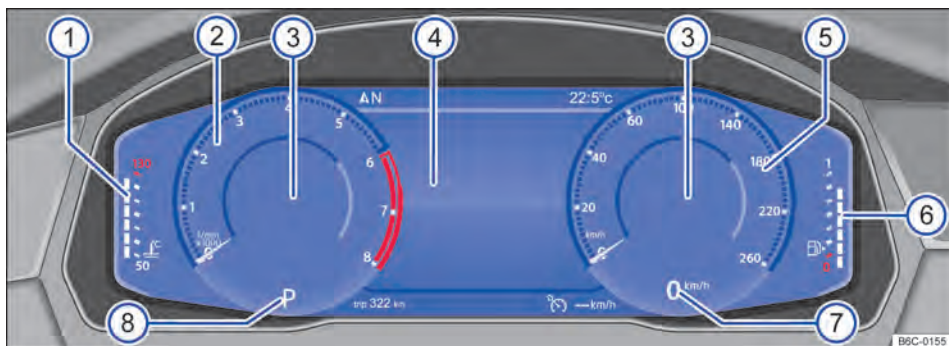

Fig. 9 Active Info Display en el tablero de instrumentos (variante 1).
Explicaciones sobre los cuadros → fig. 9
Dependiendo de la versión de la radio y del perfil de información seleccionado, el Active Info Display muestra información adicional en el centro de instrumentos redondos → fig. 9 ③.